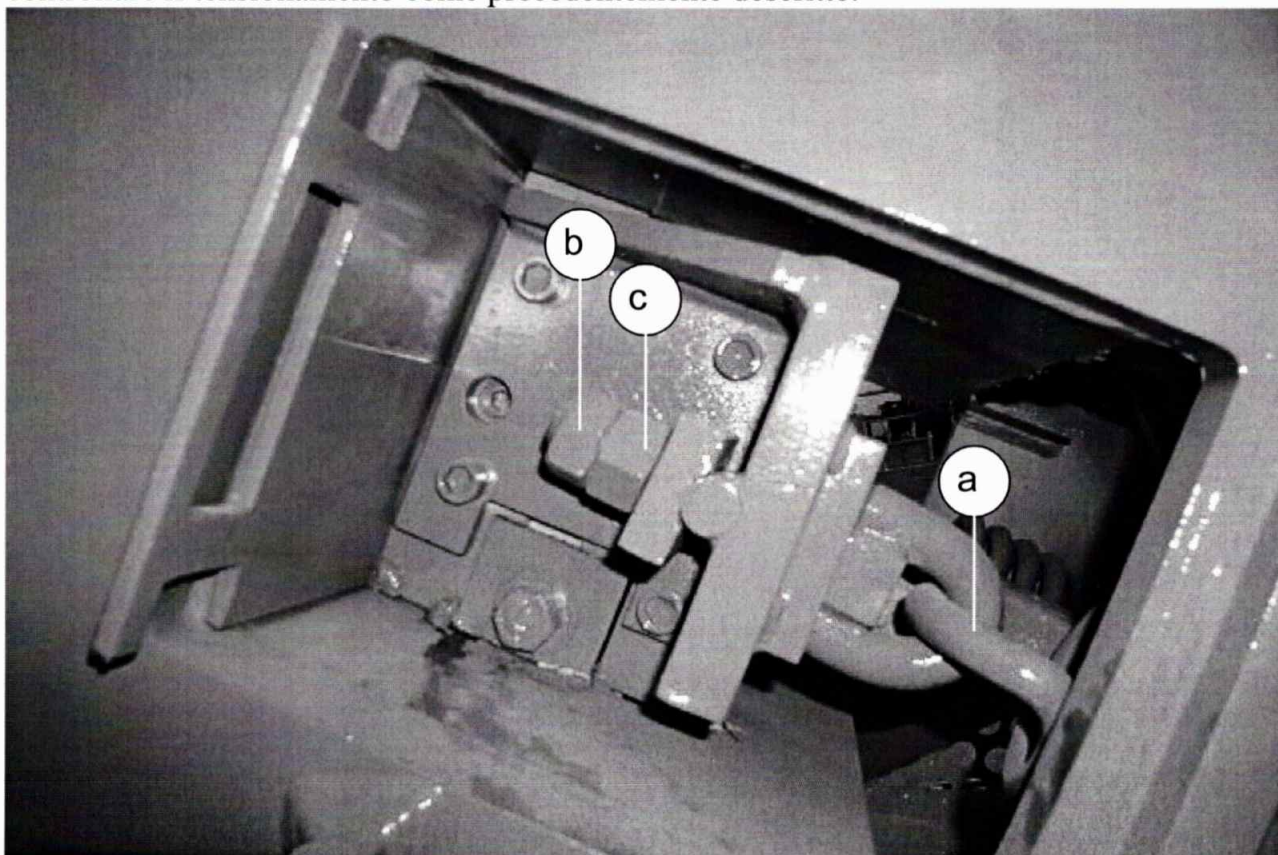

fig. 7.3.9
La valvola di sicurezza (ginocchiera) è tenuta compressa nelle sue sedi di appoggio dalle due molle laterali (particolare (a) di fig. 7.3.9) che devono quindi avere la giusta tensionatura in modo tale da non provocare mai l'allentamento della ginocchiera.
- allentare il controdado indicato dal particolare (b) di fig. 7.3.9 **ed avvitare di qualche giro** il dado indicato dal particolare (c) di fig. 7.3.9 su entrambi i lati della macchina;
- se si verifica ancora lo scuotimento della ginocchiera, è necessario avvitare ulteriormente il dado indicato dal particolare (c) di fig. 7.3.9, altrimenti bloccare il controdado indicato dal particolare (b) di fig. 7.3.9.